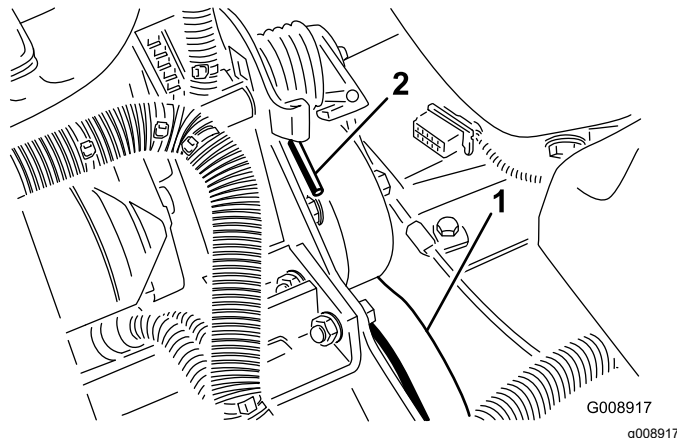

Figure 62
2. Appuyez sur l'extrémité du ressort (Figure 62) et poussez-la vers l'avant pour décrocher le ressort du support et le détendre.